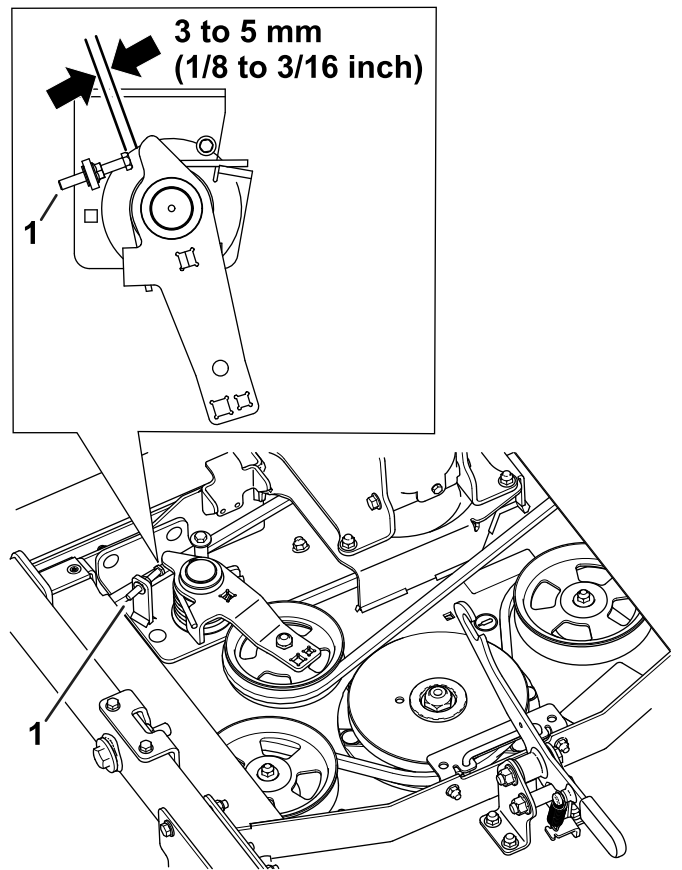

Figura 8
8. Ajuste el perno a la dimensión indicada en la Figura 8.